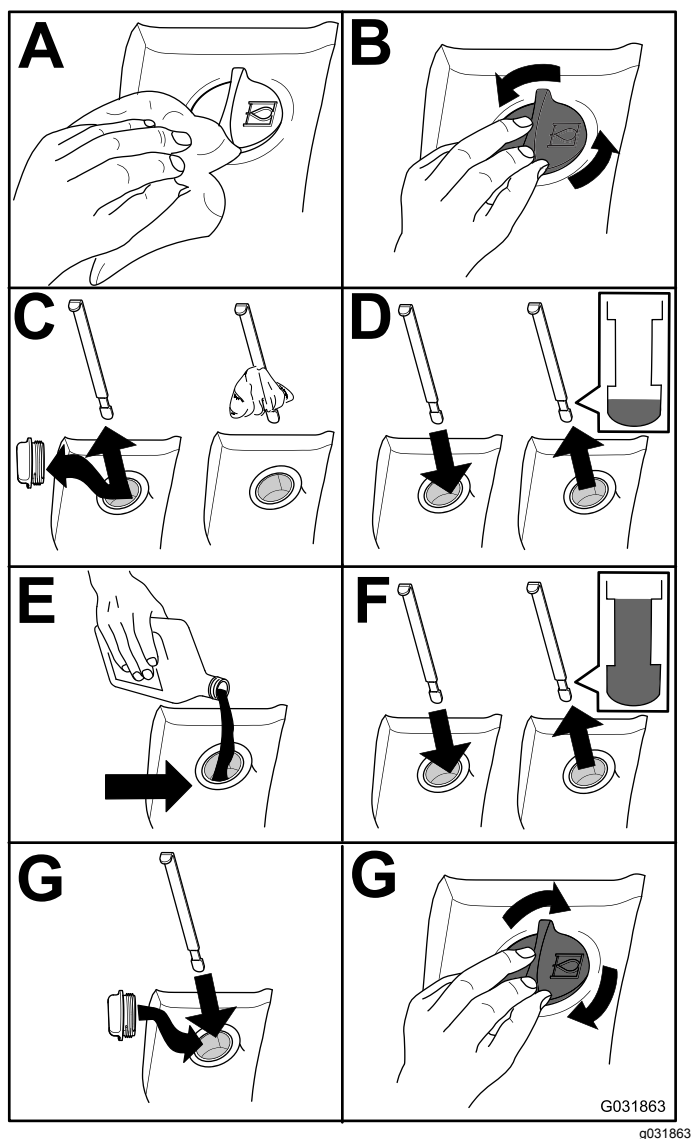

Figure 116
2. Contrôlez le niveau du liquide hydraulique (Figure 116).